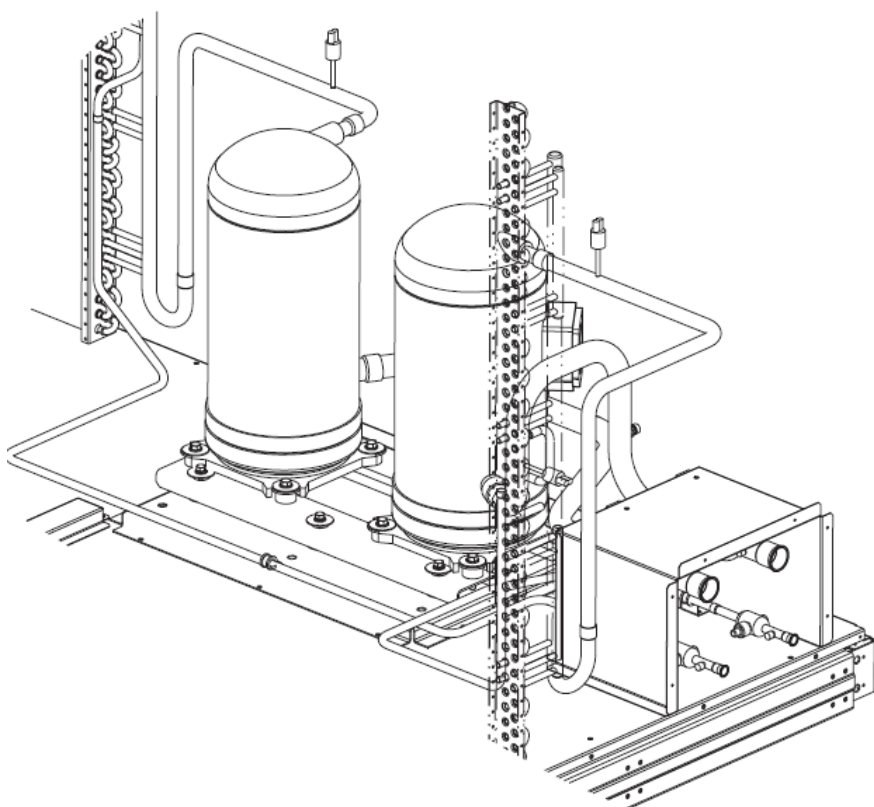

Рис. 27 – Модель 38AUD*25 – компрессорный блок (вид сзади)
Доступ к точкам измерения давления хладагента при проведении обслуживания осуществляется через сервисные клапана (см. Рис. 27 и 29). Эти отверстия имеют соединительные детали с развальцовкой, размером 1/4 дюйма по SAE, снабженные обратными клапанами Schrader и технологическими колпачками. Порты сервисных клапанов используются для подачи азота в эксплуатационный трубопровод во время пайки, для вакуумирования трубопровода и теплообменника испарителя, для первоначальной заправки хладагента на стороне низкого давления системы, а также для проверки и корректировки величины заправки хладагента. По завершении работ по обслуживанию убедитесь, что технологические колпачки находятся в рабочем положении и закреплены; проверьте их на наличие протечек. Если необходимо снять обратный клапан Schrader, то при последующей установке производите затяжку моментом 23-34 Н-м.
2. Выверните винты, удерживающие задние угловые стойки и верхнюю крышку. Откиньте верхнюю крышку вверх на высоту от 305 до 475 мм и зафиксируйте ее при помощи надежной опоры. См. Рис. 27
2. Вывинтите болты крепления задней угловой стойки и верхней крышки. Откиньте верхнюю крышку вверх на 305-457 мм и закрепите ее жесткой стойкой. См. Рис. 27.